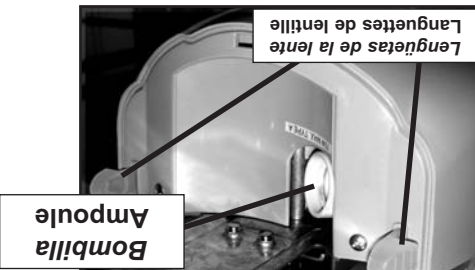

FIG. 9-1 Resbale la lente en la tapa del motor.
- Alinee las lengüetas de la lámpara en la caja de control con las ranuras correspondientes en la lente (Fig. 9-1).
- Aligner les languettes de la lentille de la lampe sur la tête motorisée aux fentes correspondantes dans la lentille (Fig. 9-1).